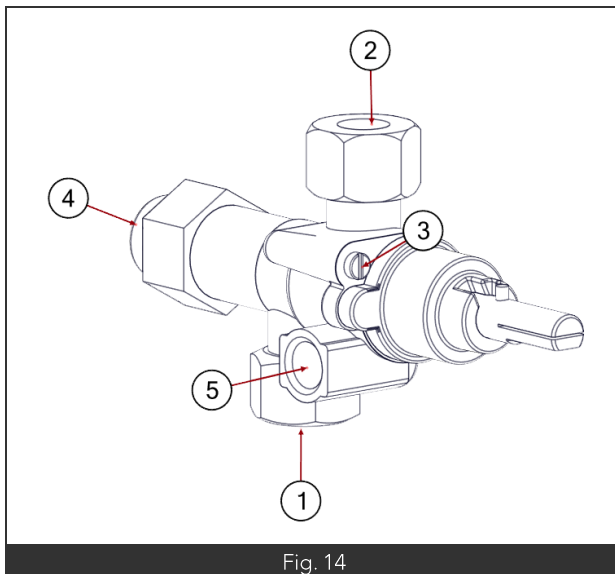

Fig. 14
- 5- À l'aide d'un tournevis plat, agir sur la vis de ralenti (Fig. 14 – Rep. 3).
- 7- Ouvrir la porte du four, puis, à l'aide d'un tournevis plat, ajuster le débit réduit en agissant sur la vis de ralenti (Fig. 14 – Rep. 9).